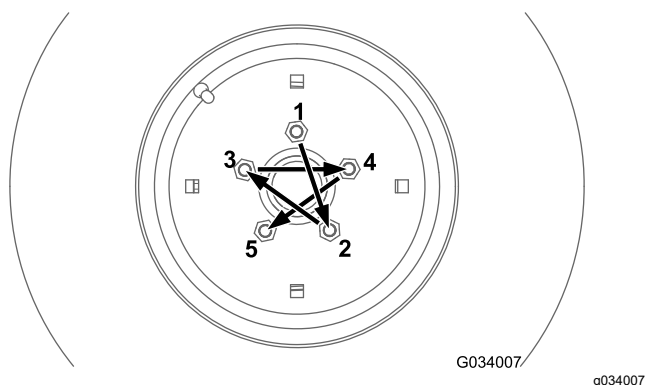
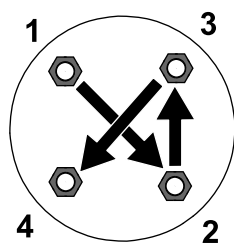

Figure 69
Figure 70
Serrez les écrous des roues avant et arrière (modèles à 4 roues motrices seulement) au couple spécifié et dans l'ordre indiqué, comme montré à la Figure 69 et la Figure 70.
- Roues avant, voir Figure 69.
- Roues arrière (modèles à 4 roues motrices seulement), voir Figure 70.